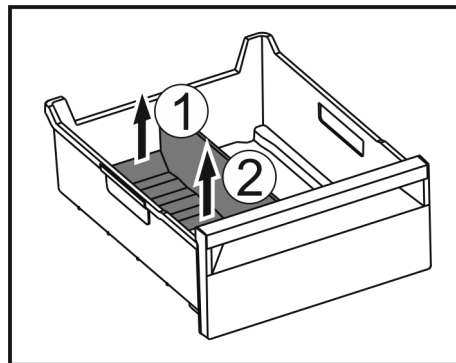

Fig. 231
- ▶ Приподнимите заднюю часть разделителя отделения для льда. Fig. 231 (1)
- ▶ Извлеките разделитель отделения для льда движением вверх. Fig. 231 (2)